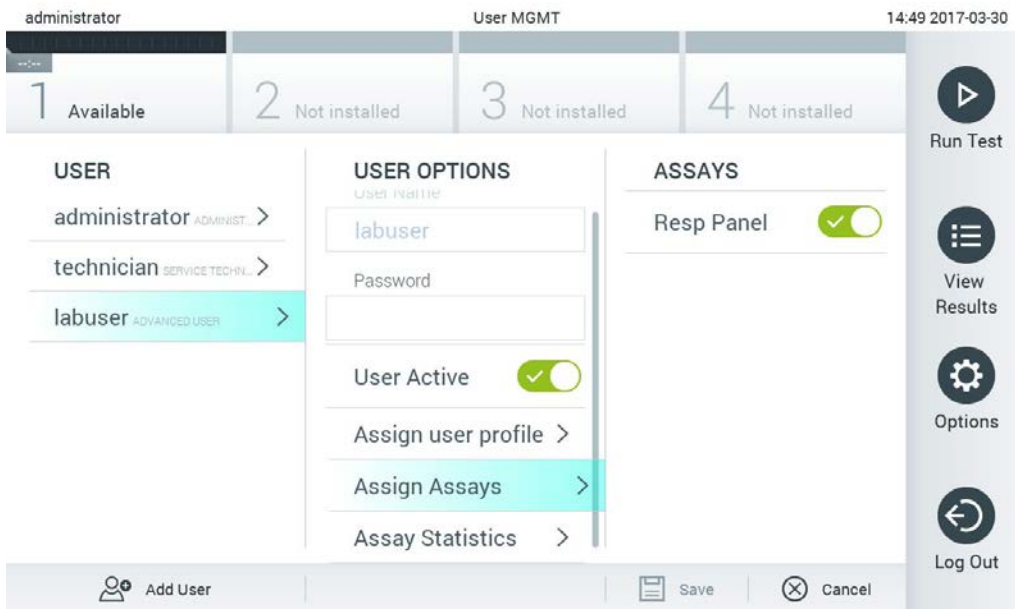

Abbildung 61: Zuweisung von Assays zu Benutzern
- Assign Assays (Assays zuweisen): Auswählen der Assays aus der Assay-Datenbank, die dieser Benutzer ausführen darf. Wählen Sie die Assays aus der Liste rechts im Inhaltsbereich aus (Abbildung 61).